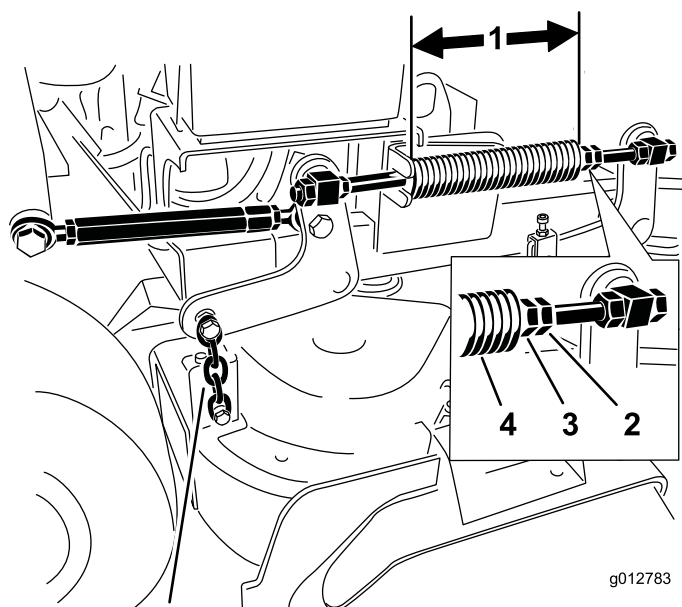

Figura 88
2. Compruebe la longitud del muelle de compresión. La longitud nominal es de 28,2 cm (11-1/8 pulgadas) para carcasas de corte de 36 pulgadas (91 cm) y 25,7 cm (10-1/8 pulgadas) para carcasas de corte de 102 cm (40 pulgadas) (Figura 88).
3. Ajuste esta distancia aflojando la contratuerca elástica y girando la tuerca que está delante de cada muelle (Figura 88).
4. Fije la tuerca en la posición deseada apretando la contratuerca elástica (Figura 88).